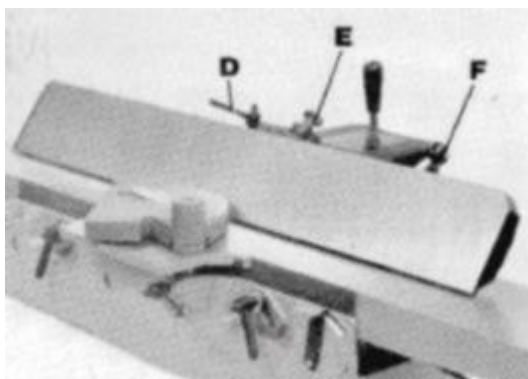

Рис. 17 Изменение положения ручки ограждения
ПРИМЕЧАНИЕ: Ручка (D), Рис. 17, имеет пружинную фиксацию и ее положение может быть изменено, потянув за ручку и переместив ее на зубчатую гайку, расположенную под ручкой.